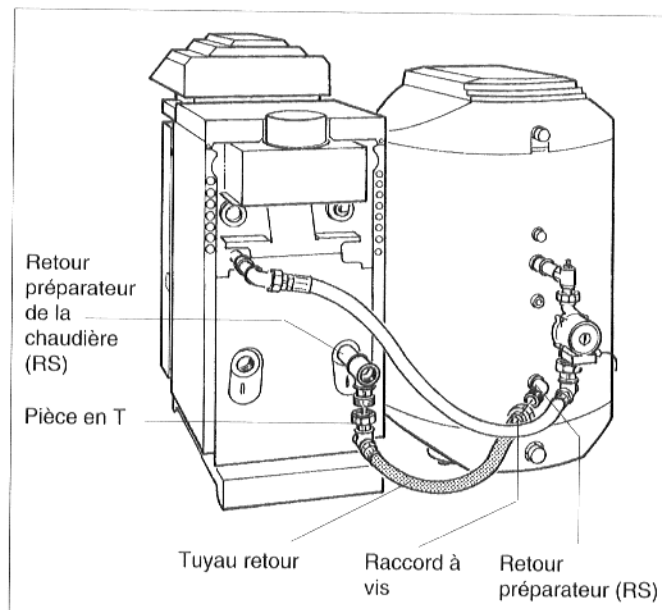

Fig. 8 : montage du tuyau retour
- Utiliser le deuxième tuyau en caoutchouc pour le retour : mettre les joints d'étanchéité en place, visser le raccord à vis du tuyau en caoutchouc au retour préparateur (RS) et la pièce en T au retour préparateur de la chaudière (RS) (fig. 8).